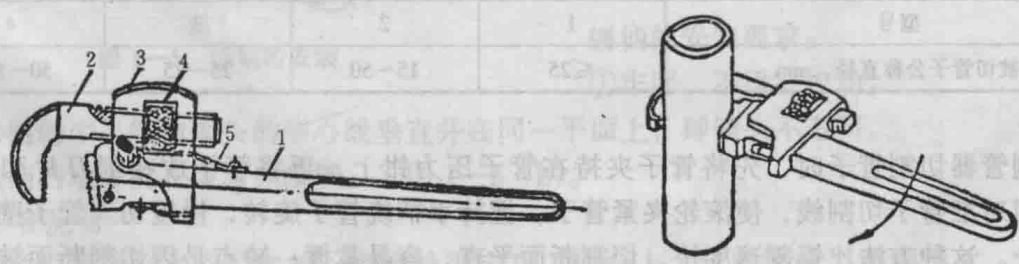

图 1—1 管钳
管钳钳口通过螺母和外套与手柄相连，根据管径大小转动螺母至适当位置，即可用钳口的牙齿咬牢管子，并可驱使管子转动，其结构见图 1—1。
①使用管钳时应注意用力方向，以免损坏管钳，见图 1—1。